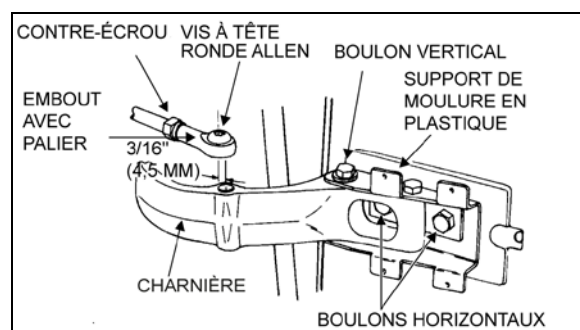

FIGURE 24 : CHARNIÈRE DE PORTE SUPÉRIEURE 18058
2. Retirer la vis à tête ronde Allen et la rondelle qui maintiennent l'embout à rotule sur la charnière supérieure. Voir la figure 24.